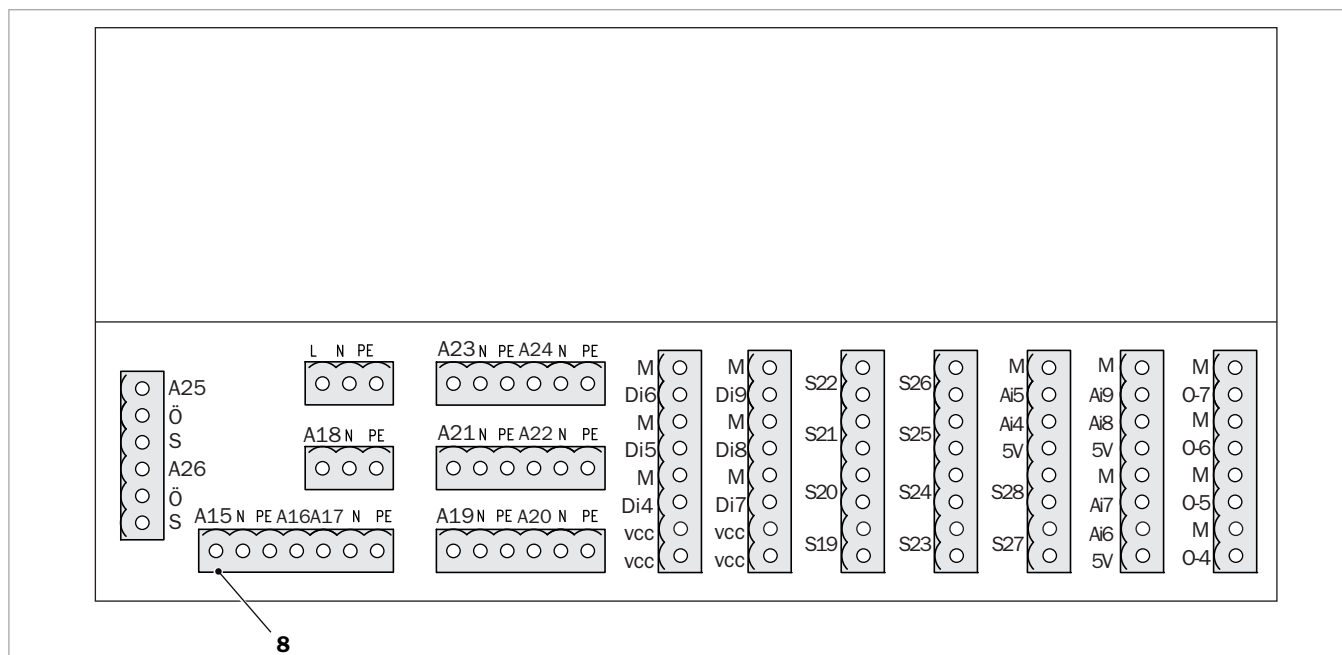

Fig. 27: Placa adicional
3. Remover a ficha das bombas das conexões (2 - 7) do grupo de componentes da rede, bem como da conexão (8) da placa adicional (→ fig. 27) e inserir nas conexões (2 - 8) da cablagem de emergência.